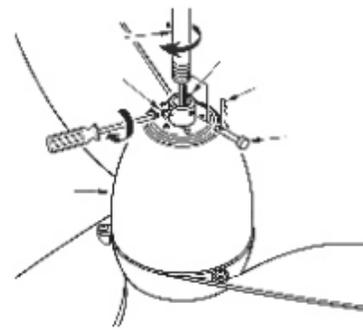
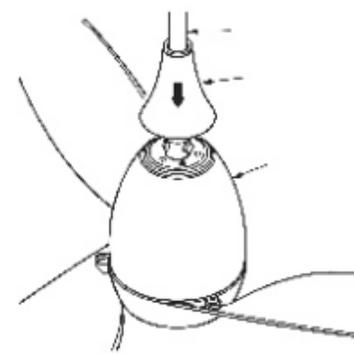

Fig.9
Fig.10
Paso 3: Introduzca la varilla en el hueco del motor, fije los tornillos del set y el pin de la abrazadera. (Fig. 9 y Fig.10)